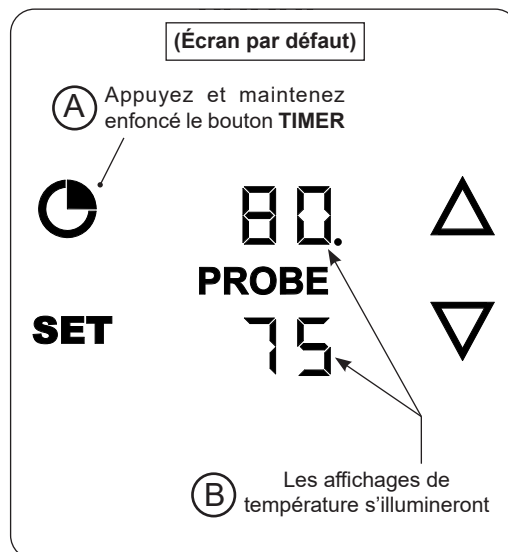

Fig. 43-1 Turn on thermometer/Thermostat
3. Appuyez et maintenez enfoncé le bouton **TIMER** (Fig. 43-1, A) jusqu'à ce que le reste des affichages s'allume (Fig. 43-1, B). Il s'agit de l'**écran par défaut**. L'écran par défaut affiche vos températures. L'affichage supérieur est la température de cuisson, et l'affichage inférieur est la température de la sonde à viande (si elle est branchée).